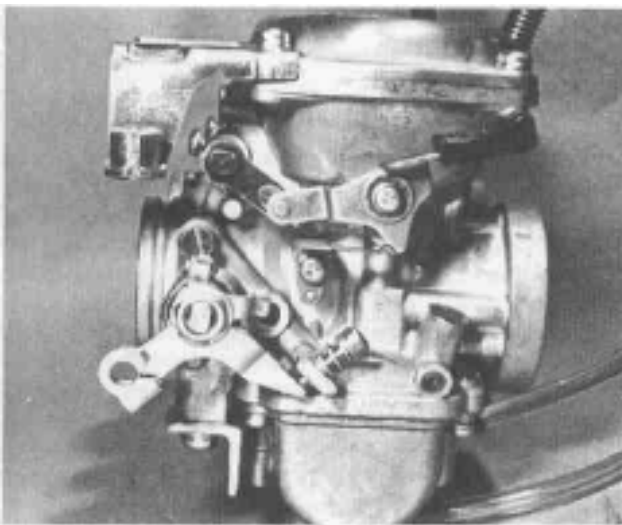

Bild 245
- Wir empfehlen, jeden Vergaser für sich zu zerlegen und wieder zu montieren, damit die Einzelteile nicht durcheinander geraten. Da die Vergaser in Auswahlmontage gefertigt werden, sollten Teile verschiedener Einheiten nicht vertauscht werden (Bild 245).